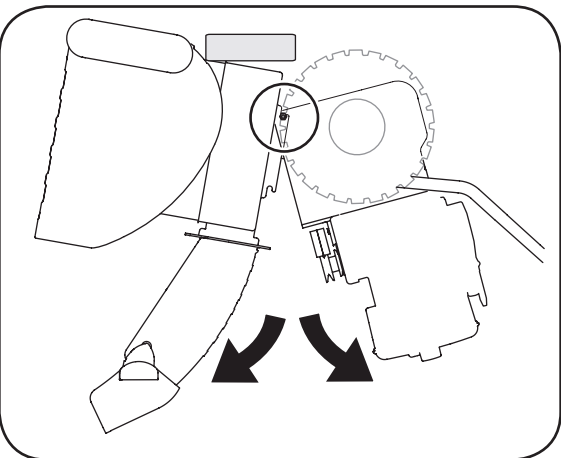

Figure 29
9. Placez une cale en bois sous l'habitacle de la tarière, comme à la Figure 29 et séparez l'habitacle de la tarière du châssis en faisant basculer l'habitacle vers l'avant et en tirant sur les poignées, tirant sur les poignées.